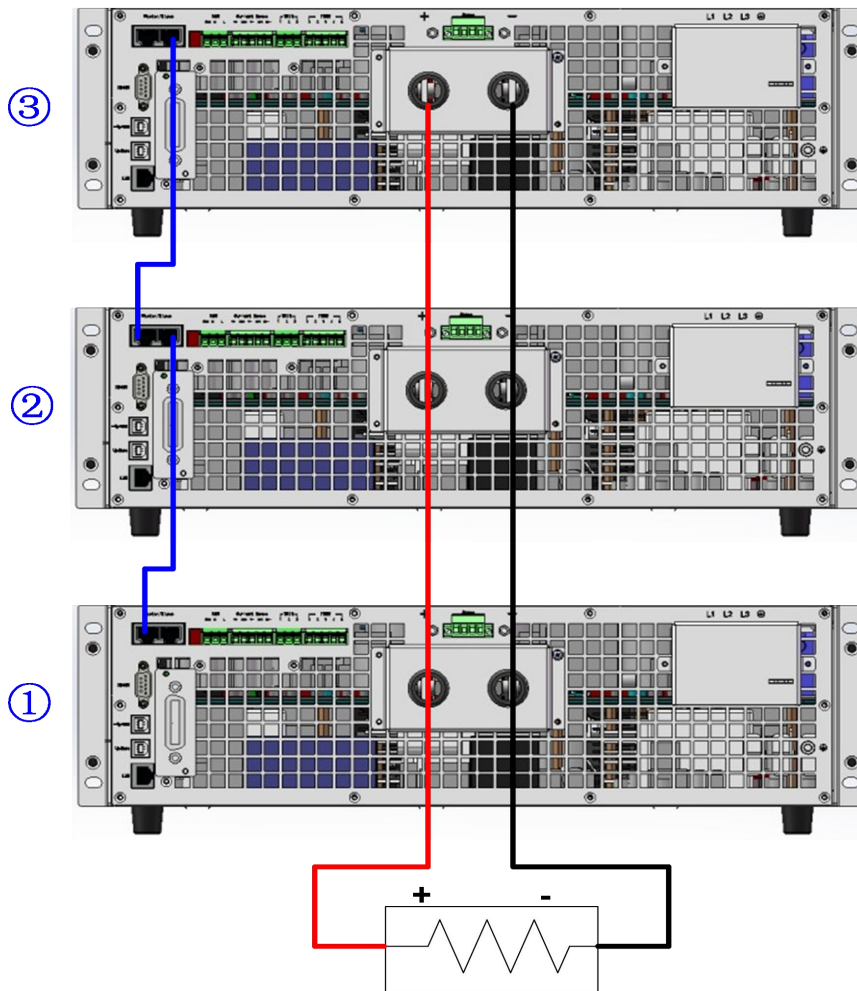
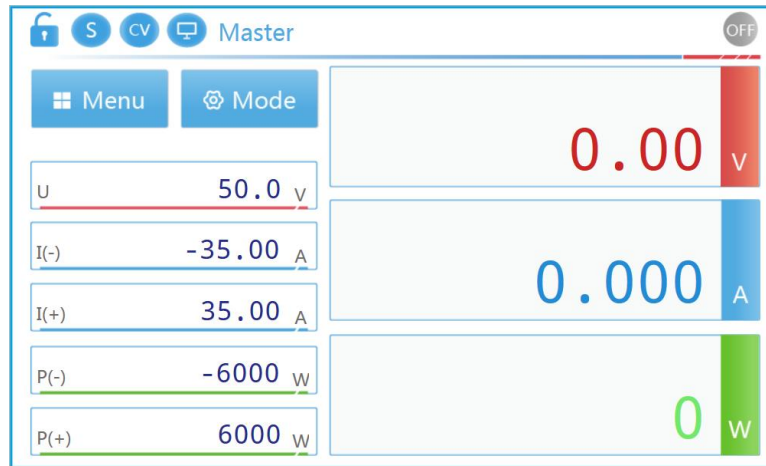

图 3-22 S7000 系列多个设备并联示意图
图 3-24 主机模式界面示意图
多个 S7000 系列可编程双向直流源载系统并联可以提供比单台设备更高的电流，更大的功率输出。图 3-22 显示了如何使三台设备并联（①号机作为主机，②、③号机为从机）。其中并机通讯，使用随机附带的 0.8m 或者 0.3m 网线通过后背板上的 Master/Slave 并机网口接
如上图 3-22 中 3 台设备并机, 设置①号设备为 Master 主机模式, Slave Address 设置为 0, Parallel Quantity 设为 3, CAN Terminal Resistance 终端电阻 ON 使能, 模式设置好后, 返回主界面, 此时主界面显示 Master, 如图 3-24 所示。